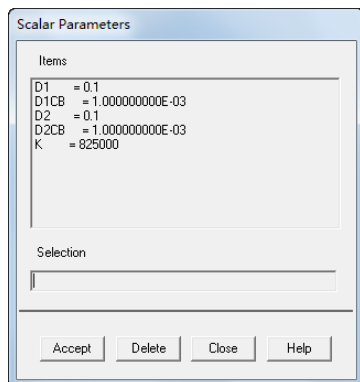

图 16-4 “Scalar Parameters”对话框
①定义工作文件名：Utility Menu > File > Change Jobname，在弹出的“Change Jobname”对话框中输入文件名为“frame”，单击“OK”按钮。
②定义工作标题：Utility Menu > File > Change Title，在弹出的“Change Title”对话框中输入“Optimization of a Frame Structure”，单击“OK”按钮。
③关闭坐标符号的显示：Utility Menu > PlotCtrls > Window Controls > Window Options，弹出“Window Options”对话框。在“Location of triad”下拉式选择栏中选择“Not Shown”，单击“OK”按钮。
④定义参数的初始值：Utility Menu > Parameters > Scalar Parameters，弹出如图 16-4 所示的“Scalar Parameters”对话框，在“Items”下的文本框中输入“D1=0.1”，单击“Accept”按钮；D2=0.1，单击“Accept”按钮；K=825000，单击“Accept”按钮；D1CB=D1**3，